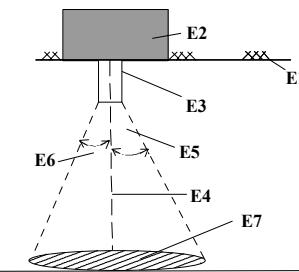

Bild 5: Erfassungskegel bei gerader Lichteintrittsfläche
- Bei Verwendung des weiß lackierten Lichtleitstabs mit gerader Lichteintrittsfläche (Standard-Lichtleitstab) ergibt sich der in Bild 5 gezeigte Erfassungskegel.